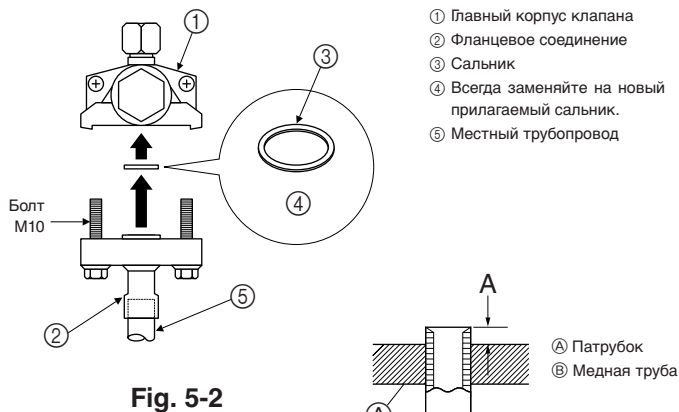

Fig. 5-2
- ② Фланцевое соединение
- ③ Сальник
- ④ Всегда заменяйте на новый прилагаемый сальник.
- ⑤ Местный трубопровод
(3) Выполните следующую процедуру для подсоединения труб газовой стороны. (Fig. 5-2)